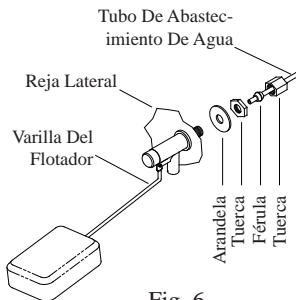

Fig. 6
- **Instale la válvula del flotador.** Instale la válvula en el agujero que se encuentra en la reja lateral (fig. 6) y conecte el tubo de agua.
- **Llene la bandeja con agua.** Permita que se llene la bandeja con agua hasta una altura de una pulgada por debajo del borde superior de la bandeja y ajuste el flotador para que mantenga este nivel. Esto se puede lograr torciendo la varilla para arriba o para abajo (fig. 6).